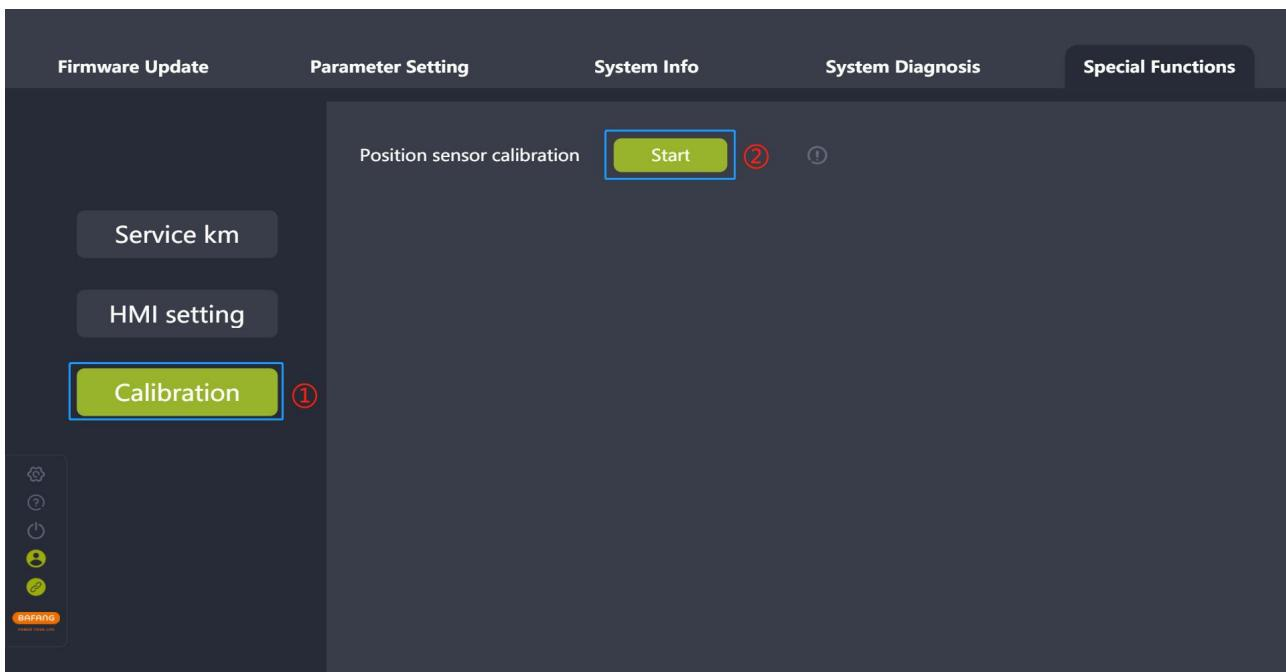

图 8-5 位置传感器标定
- (1) 将 BESST 工具盒连接控制器，选中“标定”；
- (2) 点击“位置传感器标定”标签旁的“开始”按钮，进行控制器位置标定（如图 8-5）；